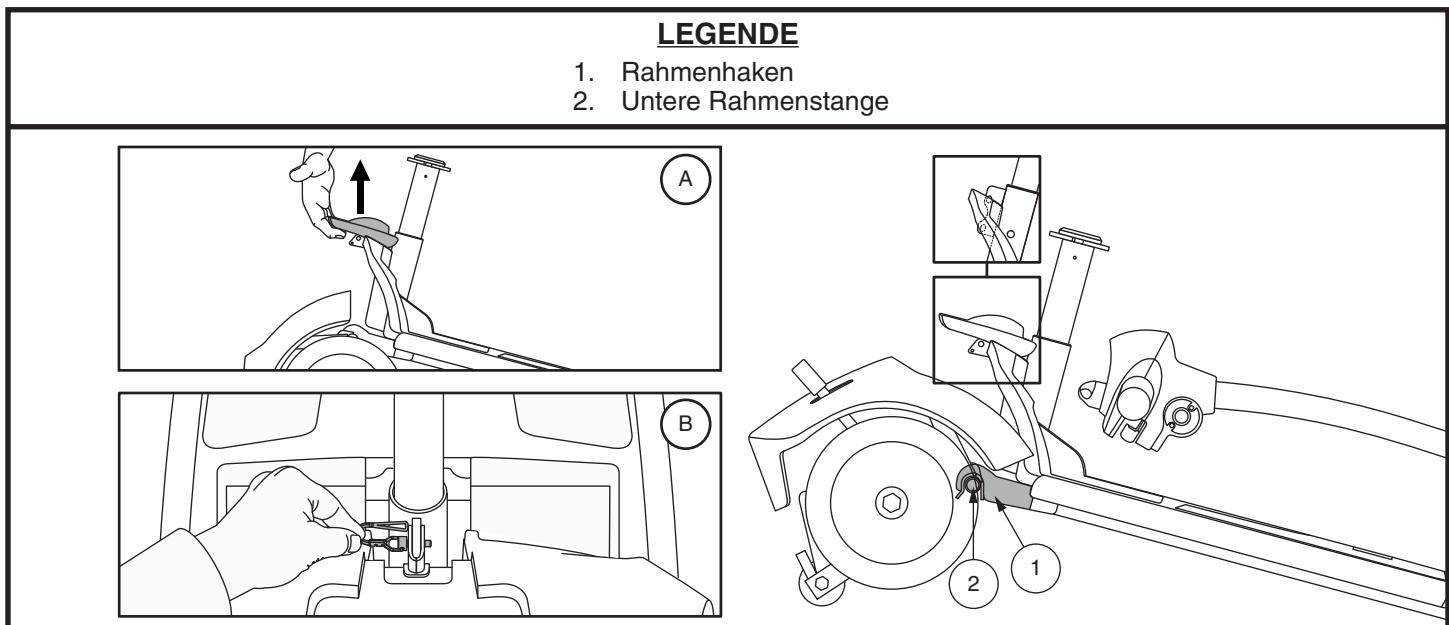

Abb. 33. Rahmenverriegelungshebel (Stil A) und Rahmenverschluss (Stil B)
4. Trennen Sie vorsichtig die beiden Teile. **Siehe Abb. 33.**
HINWEIS: Kippen Sie den hinteren Teil des Elektromobils vor dem Zusammenbau etwas nach hinten auf die Stützräder, wie in Abb. 33 gezeigt.
1. Benutzen Vorderteils den Rahmenverriegelungshebel (oder das Hinterteil an der Sitzstütze anheben für modelle 36, 336, 83 und 84) Sie zum Anheben und richten Sie die Rahmenhaken des Vorderteils an der unteren Rahmenstange des Heckteils aus. **Siehe Abb. 33.**
2. Wenn sich die Ramenhaken über der unteren Rahmenstange befinden, senken Sie das Vorderteil ab und drehen gleichzeitig das Heckteil. Bei den Modellen 39, 40LX, 40X, 44X, 40E, 44E, 44LX, 50LX, 54LX, 53, 53HD, 54, 54HD, 73, 74 und Jazzy ZTS greift dadurch automatisch die Rahmenverriegelung. Bei den Modellen 36, 336, 83 und 84 müssen Sie zum Abschluss der Rahmenmontage außerdem den Rahmenverschlussstift wieder anbringen. **Siehe Abb. 33.**